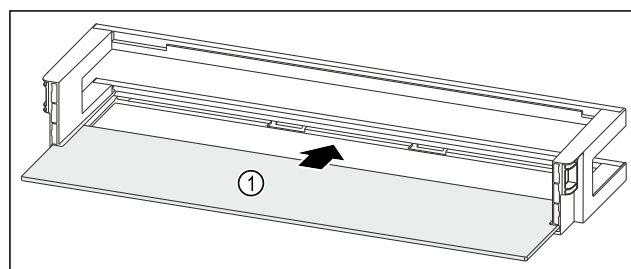

Fig. 55 Türabsteller mit Abstellfläche
- Abstellfläche Fig. 55 (1) in die seitlichen Einsparungen einschieben.